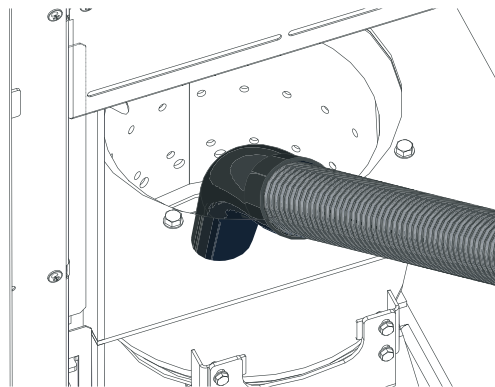

Fig. 58 Aspirare il tubo aria primaria al centro del corpo caldaia
- ▶ Aspirare i residui di combustione dal corpo caldaia con un'aspirapolvere. Aspirare la cenere anche dal tubo dell'aria primaria (al centro del corpo caldaia) – Fig. 58.
- ▶ Prima di inserire la spina aria primaria, aspirare nuovamente il tubo aria primaria al centro del corpo caldaia – Fig. 58. Non devono restare residui nel tubo (danni all'elemento di accensione!).